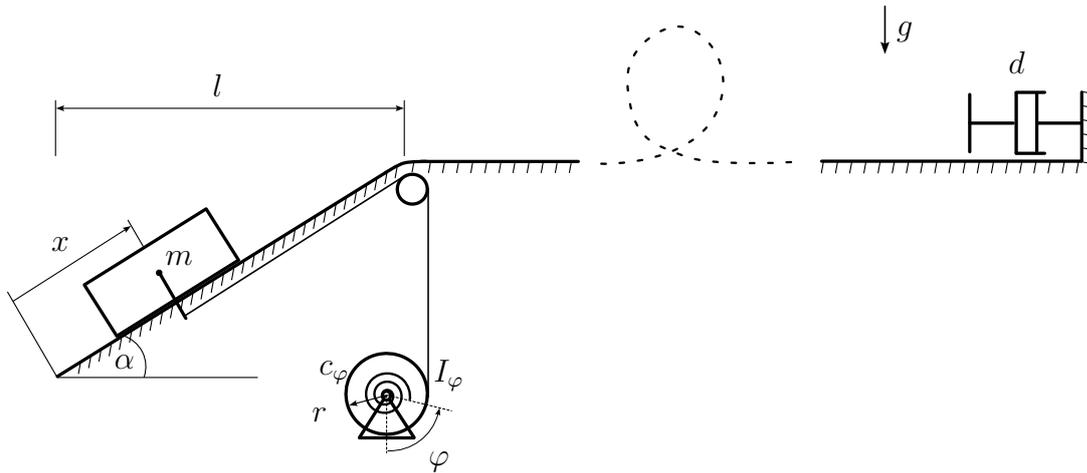

Abbildung 1: Katapultachterbahn
1. In Abbildung 1 sind der Beschleunigungs- und Bremsmechanismus einer Katapultachterbahn dargestellt. Der Wagen mit der Masse m , welcher reibungsfrei auf der Bahn aufliegt, wird dabei über ein zugstarres Seil mit einer aufziehbaren Kurbel mit Radius r und Massenträgheitsmoment I_φ verbunden. Die Drehfeder, mit der die Kurbel aufgezogen wird, hat dabei eine Steifigkeit von c_φ und eine entspannte Länge von φ_0 . Der Bremsmechanismus am Ende der Achterbahn kann als viskoser Dämpfer mit der Dämpfungskonstante d angenommen werden. 12 P. |